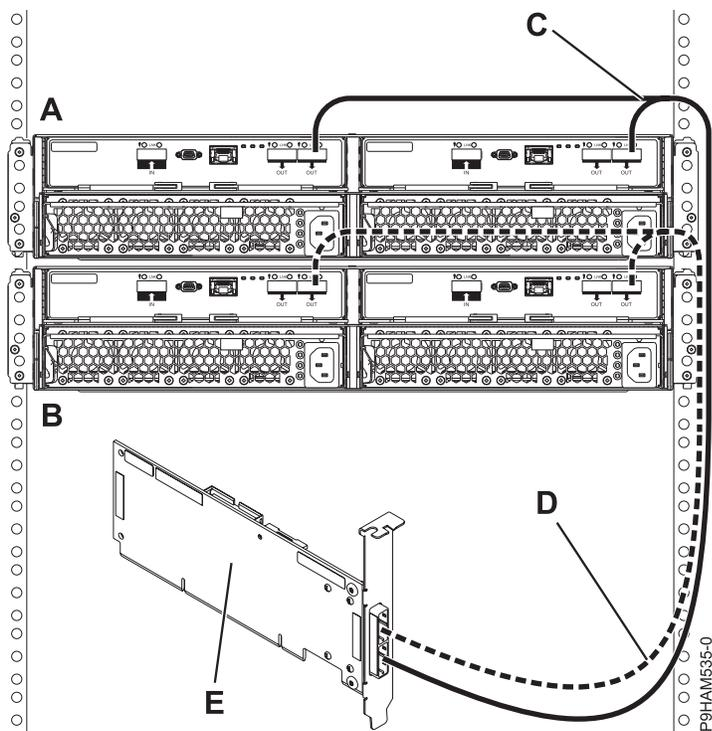

Figure 24. Connexion de mode 1 de deux boîtiers via des câbles YO à un adaptateur SAS unique
15. Effectuez une connexion de mode 1 de deux boîtiers (A et B) via des câbles YO (C et D) à un adaptateur SAS unique (E), comme illustré dans la figure 24, à la page 23.
**Remarque :** L'adaptateur SAS unique (E) peut accéder à l'ensemble des 48 baies d'unité.